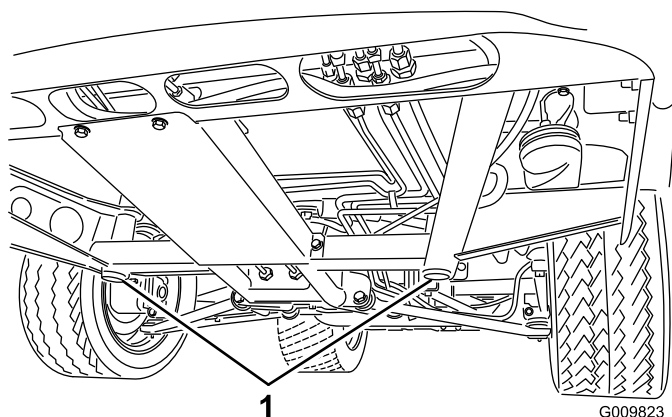
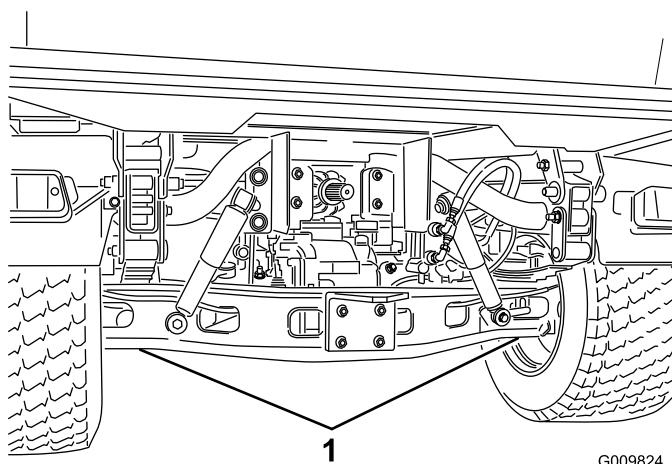

Figura 35
Figura 36
- O ponto de suspensão do macaco na parte dianteira do veículo, fica situado por baixo do apoio central do chassi (Figura 35) e na traseira por baixo da manga do eixo (Figura 36).